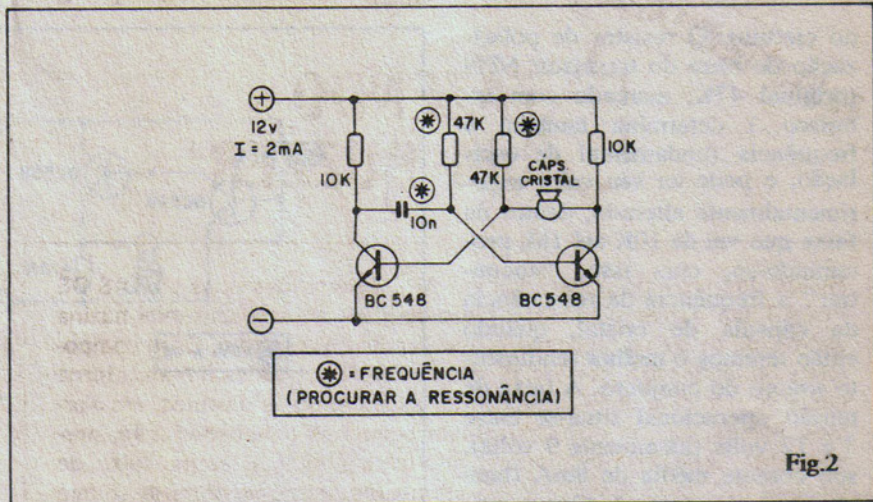
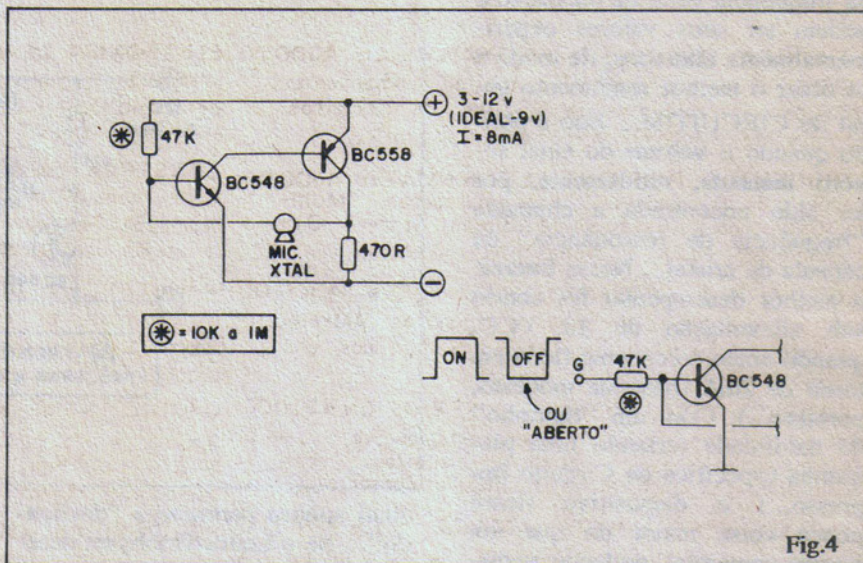

Fig.2
Fig.4
- FIG. 2 - Primeira idéia para um buzzer "feito em casa"... Um simples circuito com dois transístores bipolares "universais" (admitem "uma pá" de equivalências...), estruturados em ASTÁ-
- **FIG. 4** - Provavelmente o **melhor** de todos os arranjos aqui sugeridos para a "confeção" de um **buzzer**... Representa a melhor solução de compromisso entre **tamanho/custo/nível do sinal gerado/faixa de tensão operacional/consumo de corrente!** O CIRCUITIM nada mais é do que um **ASTÁVEL** formado por dois transístores bipolares complementares (um NPN e um PNP), que - inclusive - admitem uma série enorme de equivalências. Parecido com o que ocorre na ideia da fig. 2, uma cápsula de cristal (piezo), tipo "microfone" assume o lugar tradicionalmente reservado ao capacitor de realimentação